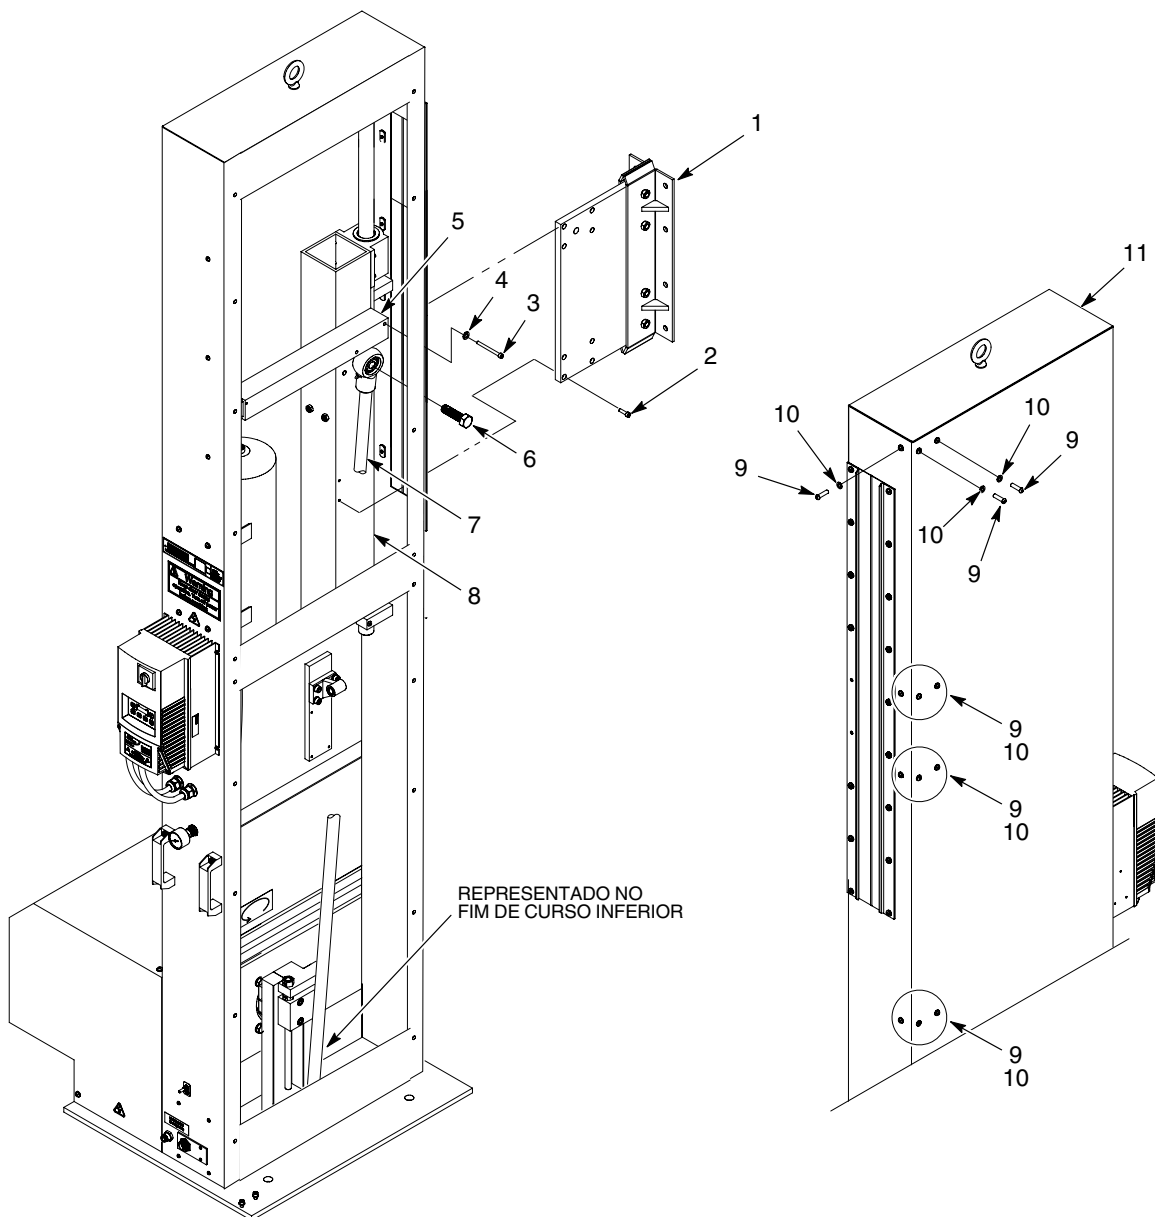

Figura 18 Montagem do conjunto de apoio
1. Consulte a figura 18. Peça a um assistente que posicione o conjunto de apoio no oscilador (11). Fixe o conjunto de apoio no oscilador usando as anilhas de segurança (10) e os parafusos (9). Aperte bem os parafusos.
2. Monte o carro de pistolas (1) no tubo de suporte (8) usando os parafusos. Aperte bem os parafusos.
3. Aplique massa lubrificante às roscas do parafuso (6). Monte a vara de ligação (7) no tubo de suporte (8) usando o parafuso. Aperte o parafuso com 90-100 ft-lb (120-135 N•m).
4. Monte a barra estabilizadora (5) no tubo de suporte dos apoios (8), usando as anilhas de segurança (4) e os parafusos (3). Aperte bem os parafusos.